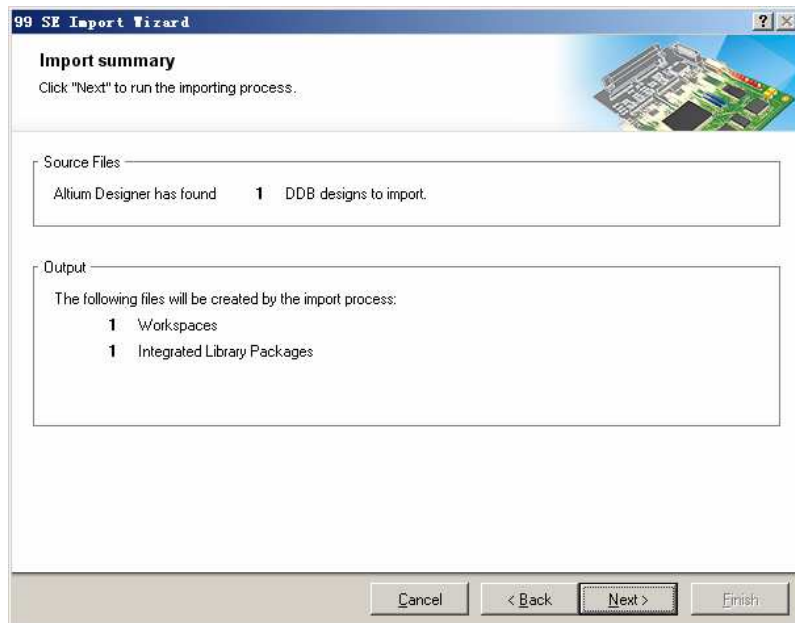

图 10.13 “Import summary” 页面
(10) 单击“Review project creation”页面中的“Next”按钮, 打开如图 10.13 所示的“Import summary”页面。